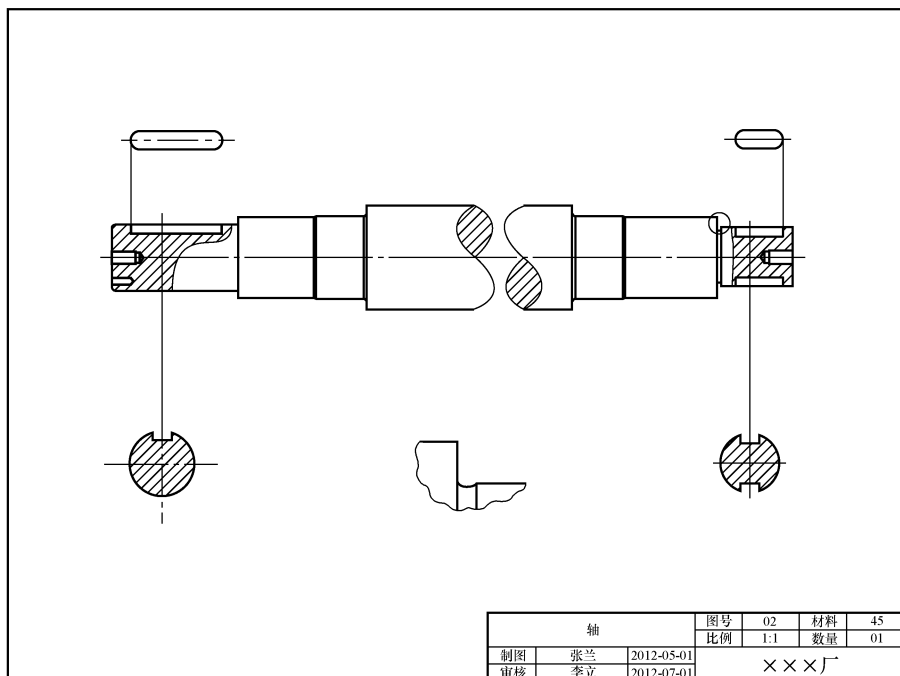

图 11-10 插入 A3 图框
Step 2 移动图框：调用菜单栏“修改”→“移动”命令，将 A3 图框移动到合适位置。插入 A3 图框，如图 11-10 所示。